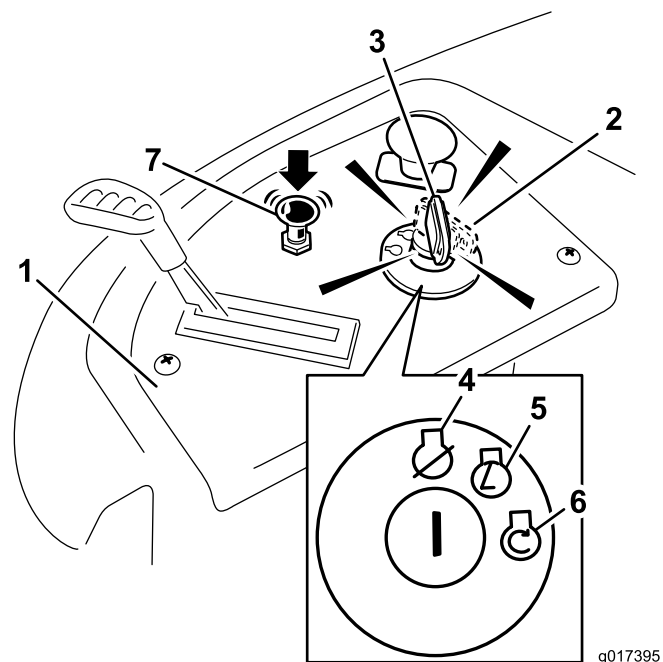

Figure 15
4. Tournez la clé de contact en position de démarrage pour activer le démarreur. Relâchez la clé quand le moteur démarre (Figure 15).
5. Lorsque le moteur démarre, appuyez sur la commande de starter (Figure 15). Si le moteur cale ou hésite, tirez la commande de starter et faites tourner le moteur quelques secondes. Appuyez ensuite sur la commande de starter. Répétez l'opération si nécessaire.
3. Tournez la clé de contact à la position contact coupé (Figure 15) et enlevez-la.